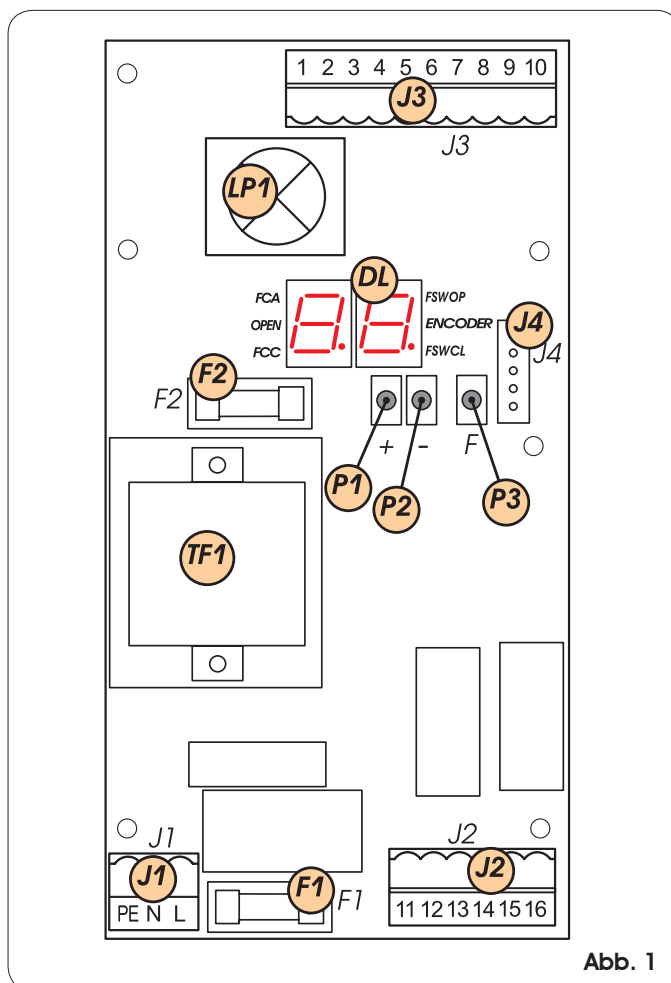

Abb. 1
- Das Erdungskabel an die entsprechende Klemme an den Steckverbinder J1 des Steuergeräts anschließen (siehe Abb. 1).